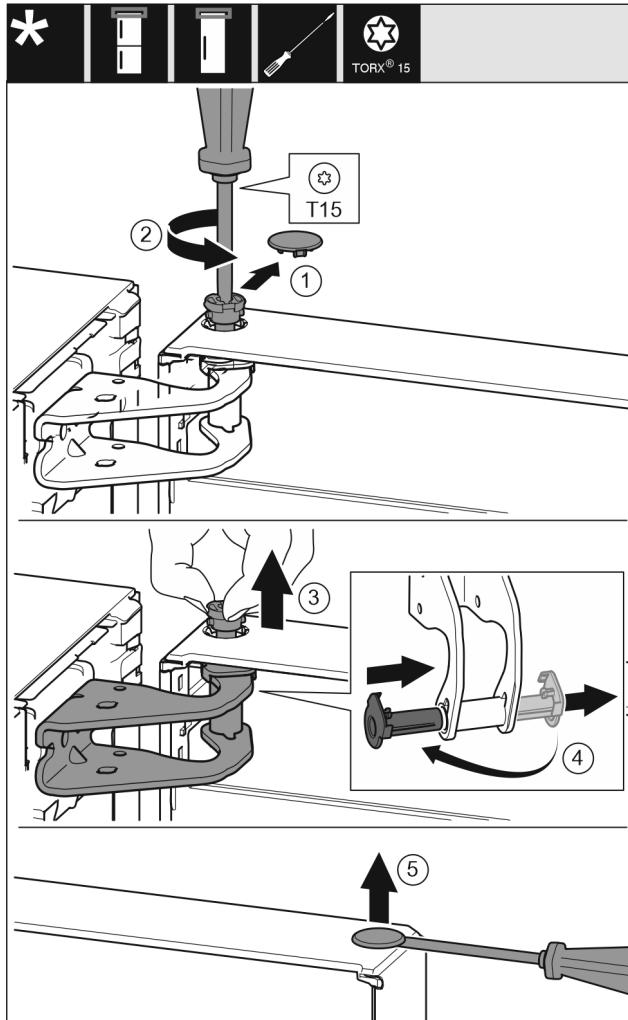

Fig. 10
- Previdno snemite varovalni pokrov. Fig. 10 (1)
- Sornik nekoliko izvijte z izvijačem T15. Fig. 10 (2)
- Držite vrata in s prsti izvlecite sornik. Fig. 10 (3)
- Ležajno dozo povlecite iz vodila. Vstavite z druge strani in pazite, da se zaskoči. Fig. 10 (4)
- S ploščatim izvijačem previdno dvignite čep iz ležajne doze vrat in ga izvlecite. Fig. 10 (5)